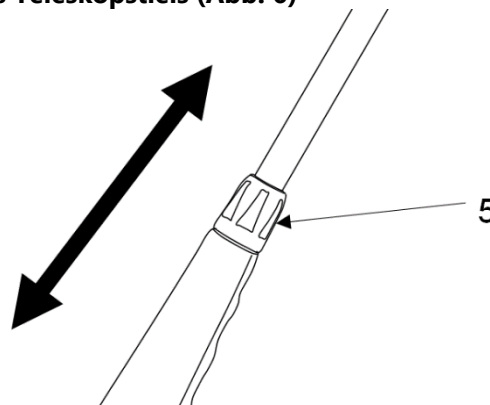

Abb. 6
8.2 Längeneinstellung des Teleskopstiels (Abb. 6)